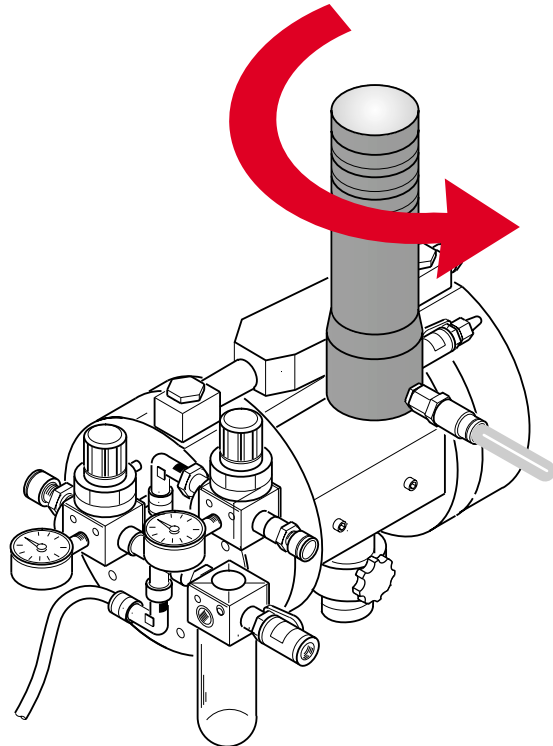

Fig.38
4) Non rimuovere MAI il corpo filtro superiore mentre la macchina è in funzione (fig.38) ma procedere come segue: